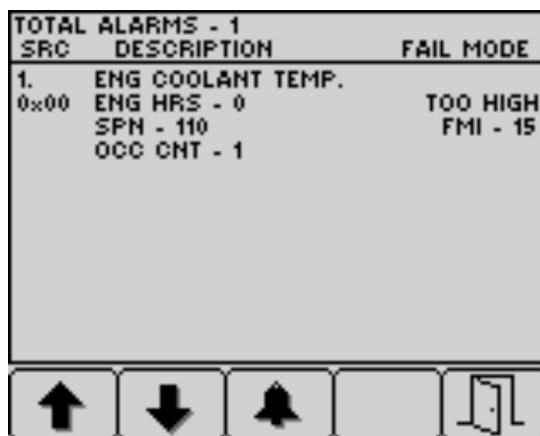

Figura 36
- Premete il pulsante 5 per uscire dall'elenco dei guasti attivi e tornare alla schermata Home (Figura 36).
5. Premete il pulsante 5 per uscire dall'elenco dei guasti attivi e tornare alla schermata Home; fate riferimento alla Figura 36 in Messaggi di avvertenza del motore (pagina 35).